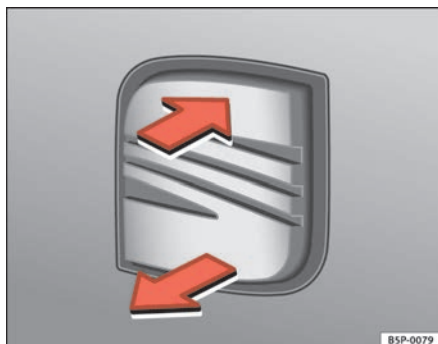

Abb. 65 Heckklappe:
- Ziehen Sie am Griff und heben Sie die Heckklappe an ⇒ Abb. 65. Die Heckklappe öffnet sich selbstständig.